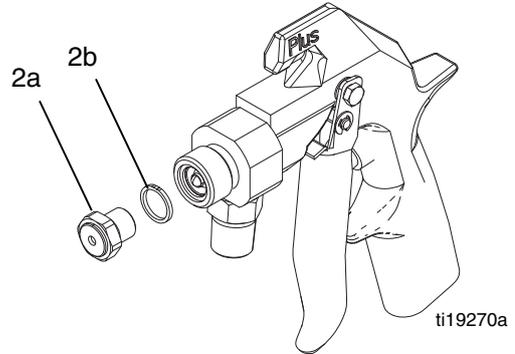

FIG. 6
3. Afloje el asiento de la válvula (2a). Retire la junta (2b). Consulte la FIG. 6.